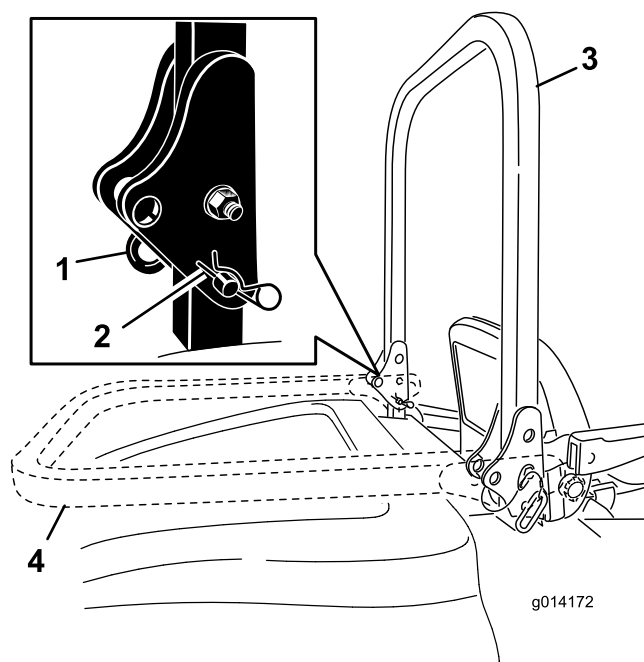

Figura 18
2. Remova os dois contrapinos e os dois pinos (Figura 18).
3. Eleve a barra de segurança para a posição vertical (Figura 18).
4. Prenda a barra de segurança com os dois pinos e dois contrapinos (Figura 18).
1. Remova os contrapinos, empurre a barra de segurança para a frente contra as molas e retire os dois pinos (Figura 18).
2. Baixe por completo a barra de segurança (Figura 18).
3. Instale os dois pinos nas placas articuladas e prenda os pinos com os dois contrapinos (Figura 18).